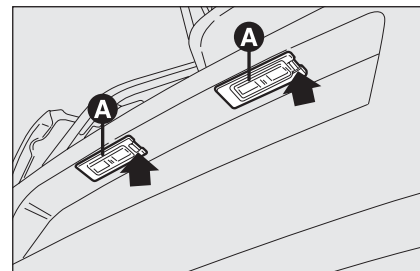

fig. 27
- agir sur le point indiqué par la flèche et enlever le groupe transparent **A**-fig. 27;